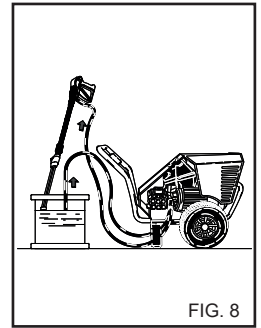

FIG. 8
Après l'emploi d'un détergent, le circuit d'aspiration doit être rincé avec de l'eau propre (fig. 8).
1) Après l'emploi avec du détergent, rincer le circuit d'aspiration; enfler le tuyau d'aspiration (fig. 8) du détergent dans un bidon d'eau propre et faire fonctionner la pompe pendant 1 minute avec le robinet de dosage complètement ouvert et la lance en phase de sortie du détergent.
4) Après l'emploi avec du détergent, rincer le circuit d'aspiration; enfiler le tuyau d'aspiration (fig. 8) du détergent dans un bidon d'eau propre et faire fonctionner la pompe pendant 1 minute avec la lance en phase de sortie du détergent.